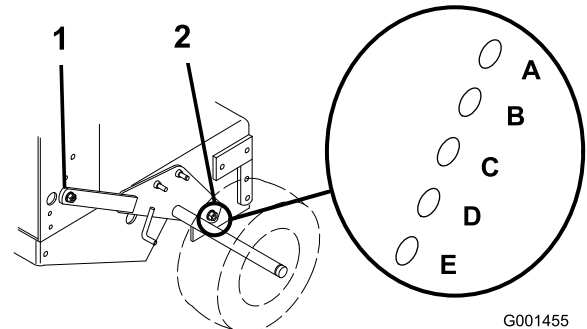

Figura 13
3. Afloje sin retirar los 2 pernos de pivote del eje y los 2 pernos de ajuste del eje (Figura 13).
4. Coloque un gato debajo del bastidor del motor, en el centro de la parte trasera. Eleve la parte trasera del bastidor del motor lo suficiente para poder retirar los 2 pernos delanteros de ajuste del eje (Figura 13).
5. Eleve o baje el bastidor del motor con el gato para poder instalar los 2 pernos de ajuste delanteros del eje en los taladros deseados (Figura 13).